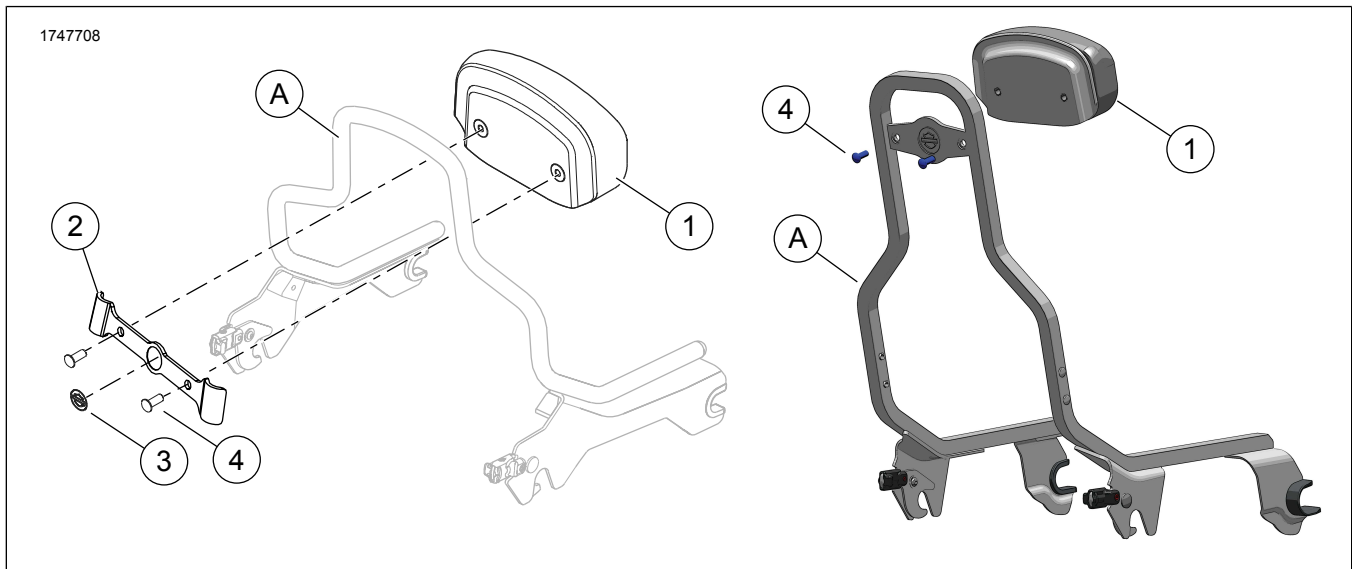

Figura 1. Conținut kit: Kit pernă spătar compact
1. Figura 1 Poziționați perna spătarului (1), astfel încât conturul din bază să se alinieze cu partea superioară a barei de susținere în poziție verticală OE (A).
- *Lateralele suportului (3) nu sunt simetrice. Lățimea în partea de sus este mai îngustă decât lățimea în partea de jos.*
- *Utilizați un amestec de 50:50 alcool izopropilic și apă pentru a curăța bine suprafața barei de susținere în poziție verticală OE (A) înainte de a instala suportul (2). Lăsați să se usuce complet. Instalați la temperatura camerei. 10–32 °C (50–90 °F)*
2. Îndepărtați suportul adeziv de pe lateralele din stânga și din dreapta suportului (3).
3. Figura 1 Plasați suportul de montare peste pernă, astfel încât bara de susținere în poziție verticală OE (A) să fie între pernă (1) și suport (2).
4. Poziționați și apăsați ferm suportul (2) pe bara de susținere în poziție verticală OE (A).
5. Montați șuruburile (4). Strângeți.
1. Figura 1 Utilizați un amestec de 50:50 alcool izopropilic și apă pentru a curăța bine suprafața barei de susținere în poziție verticală OE (A) înainte de a instala suportul (2). Lăsați să se usuce complet. Instalați la temperatura camerei.
1. Figura 1 Dacă este necesar, tăiați garnitura de plastic pentru ploaie din găurile de șurub pretăiate în perna pentru spate (1) pentru a evita ca plasticul să se prindă în filete.
2. Poziționați perna spătarului (1), astfel încât conturul din bază să se alinieze cu partea superioară a barei de susținere în poziție verticală OE (A).
- *Figura 1 Utilizați un amestec de 50:50 alcool izopropilic și apă pentru a curăța bine suprafața barei de susținere în poziție verticală OE (A) înainte de a instala suportul (2). Lăsați să se usuce complet. Instalați la temperatura camerei. 10–32 °C (50–90 °F)*
4. Figura 1 Plasați suportul de montare (2) peste pernă (1), astfel încât bara de susținere în poziție verticală OE (A) să fie între pernă și suport.
5. Poziționați și apăsați ferm suportul (2) pe bara de susținere în poziție verticală OE (A).
6. Figura 1 Montați șuruburile (4). Strângeți.
1. Figura 1 Aliniați perna (1) cu suportul (2).
2. Montați șuruburile (4). Strângeți.